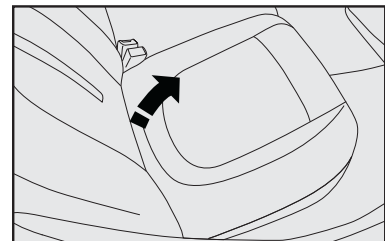

fig. 99
- inclinar para frente o assento desejado **fig. 99**;